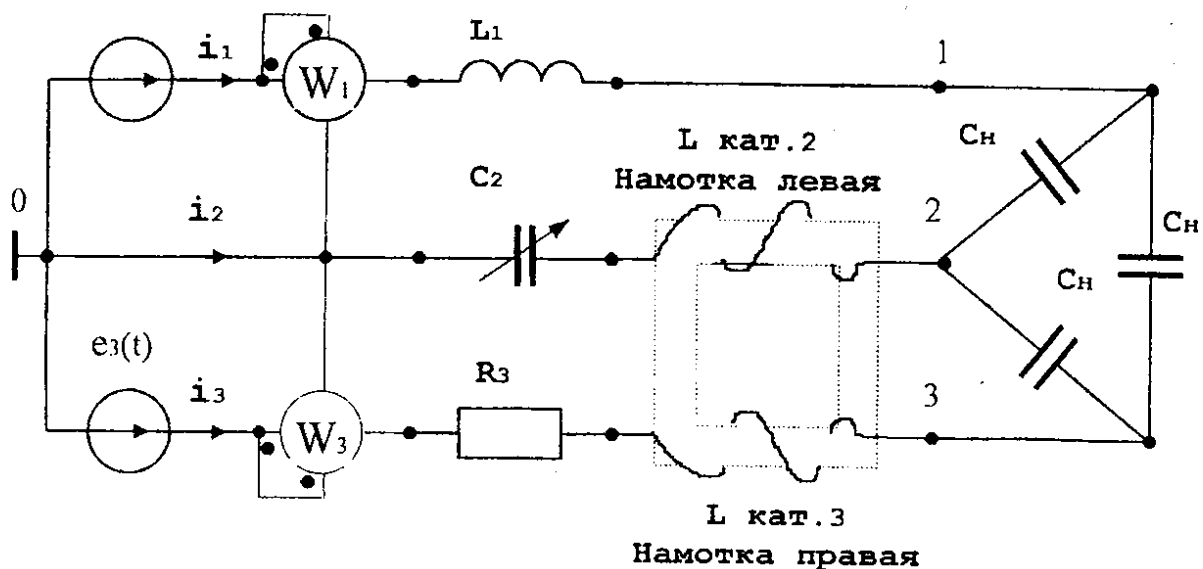

Рис. 2.2. Схема, составленная по карточке задания
Для расчета задания студент получает от преподавателя индивидуальную карточку (рис.2.1). Электрическая схема составляется по данным этой карточки (рис.2.2) в следующей последовательности:
- ЭДС, активное сопротивление R , емкость C , индуктивность L и индуктивно связанные катушки (в карточке L кат.) включаются последовательно в соответствующие ветви, например, $e_1(t)$ и индуктивность L_1 в первую ветвь, емкость C_2 и катушка L кат2 во вторую ветвь и т. д. (для индуктивно связанных катушек задается направление намотки правое либо левое (см. рис. 2.2) и взаимная индуктивность – M);
6. Построить круговую диаграмму для указанного в карточке задания тока. Модуль заданного в карточке сопротивления изменяется от нуля до бесконечности. По диаграмме определить наибольшее и наименьшее значения изменяемого тока, максимальное значение активной либо реактивной мощности в переменном сопротивлении (на примере рис.2.2 конденсатор, перечеркнутый стрелкой).